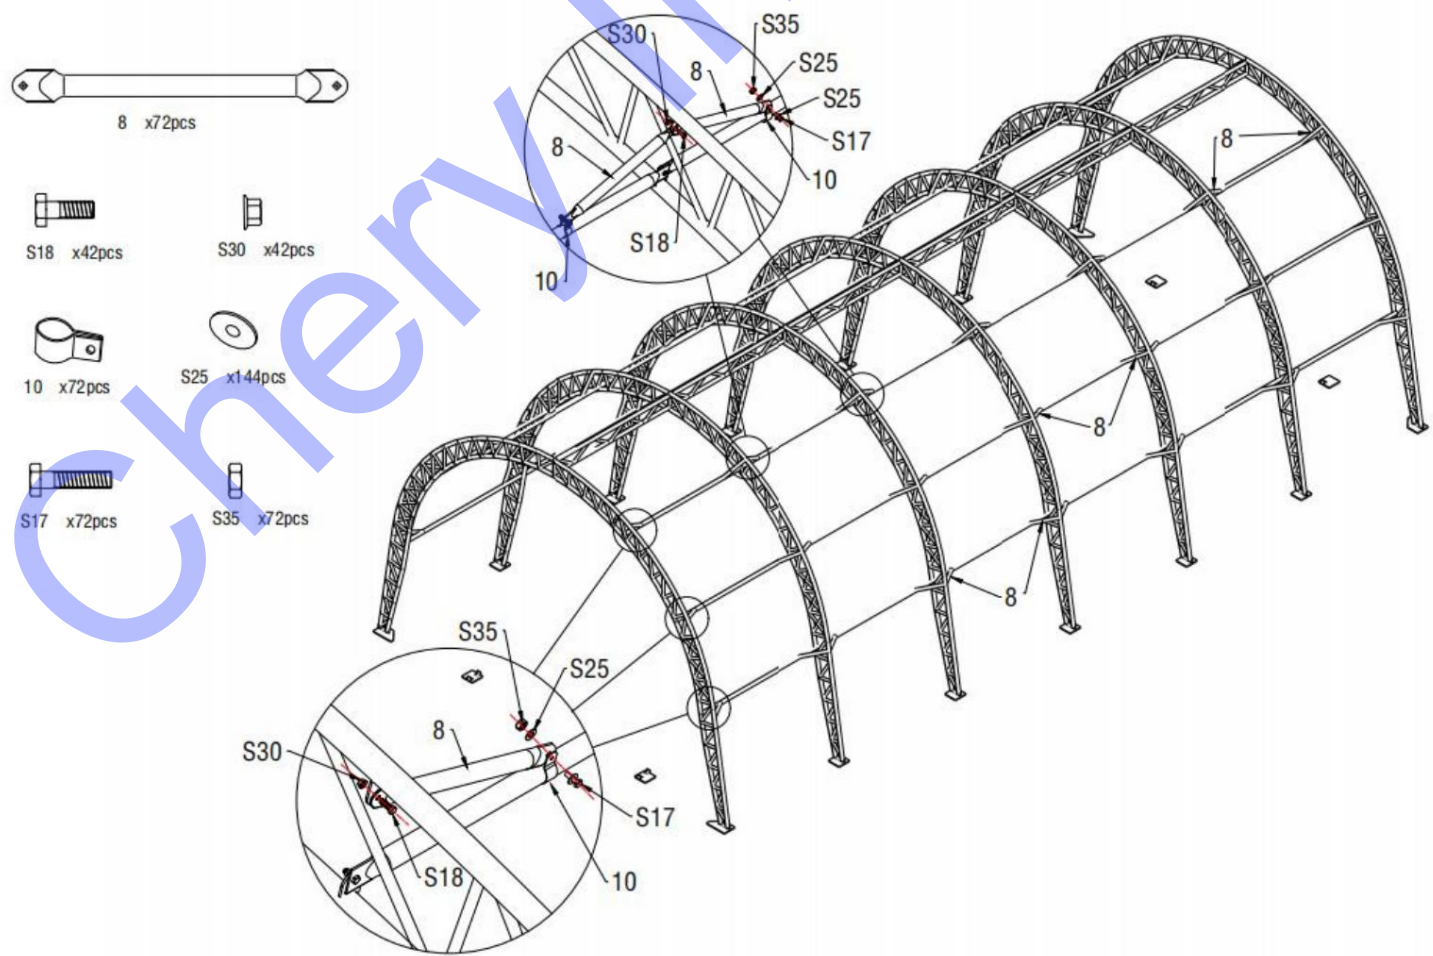

Figure 9
5. Fixez les clips (n° 10) sur les pannes (n° 7) et installez le tube de support diagonal pour panne (N° 8) sur les clips comme le montre la figure 9. Veuillez connecter le tube de support diagonal pour panne (n° 8) entre le cadre de l'arc et la panne (n° 7) en utilisant la vis M10x30 (n° S18) et Vis M10x50 (No.S17) avec rondelle plate M10 (No.S25).